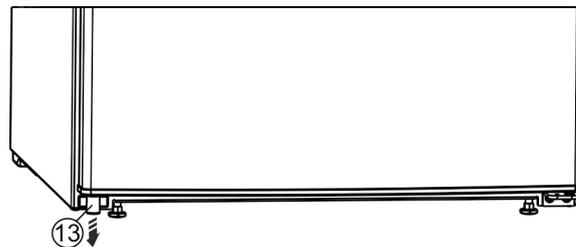

Fig. 11 *
- Извлеките из двери распорную деталь Fig. 11 (13) вниз слева.*